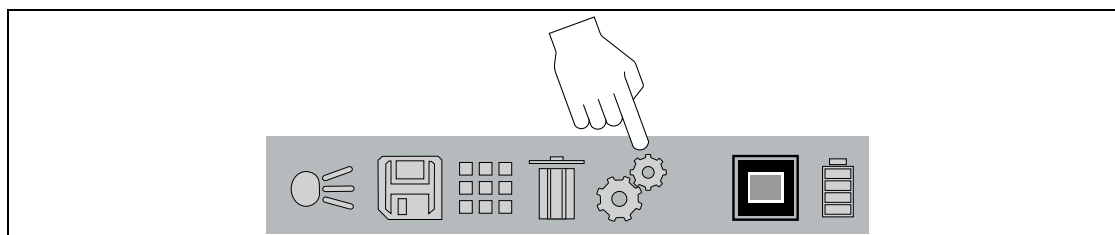

Figura 5-1
1. Utilice los botones de control **IZQUIERDA ◀ / DERECHA ▶** para desplazarse hasta el icono **Configuración** de la barra de herramientas (Figura 5-1). Pulse el botón **Y** para seleccionarlo.